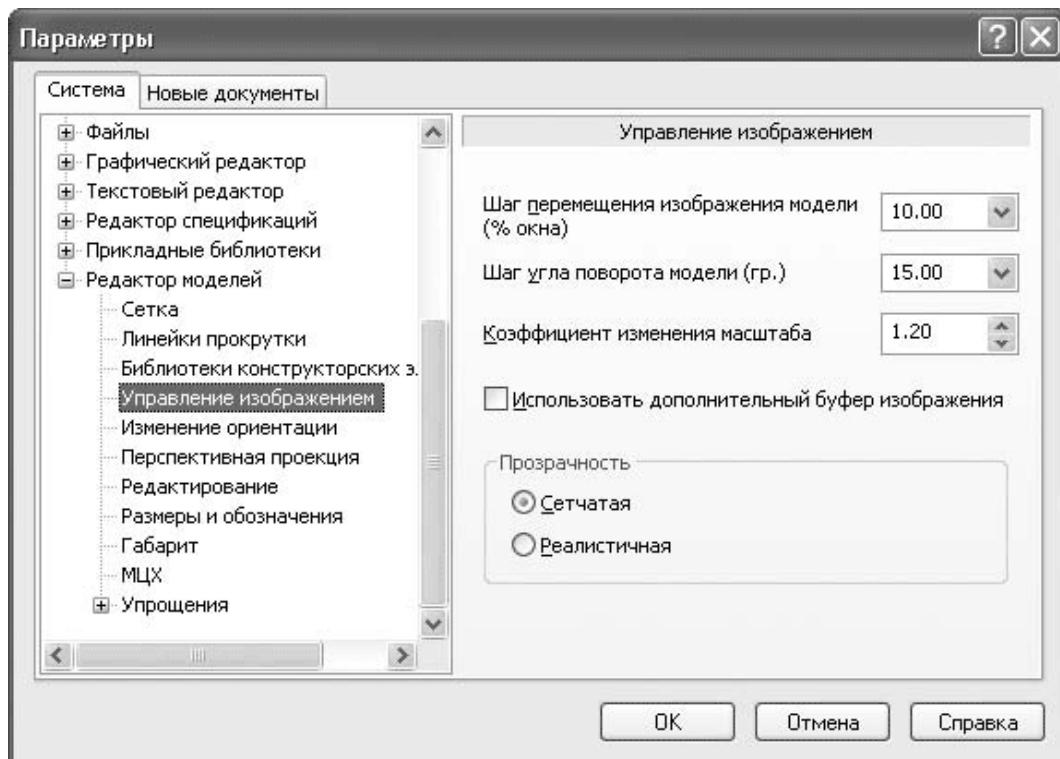

Рис. 1.61. Параметры управления изображением
- Управление изображением – предназначен для управления изображением модели в окне представления документа (рис. 1.61). В раскрывающемся списке Шаг перемещения изображения модели (%) окна задается процентное соотношение перемещения изображение к текущим размерам окна при однократном нажатии, например, сочетания клавиш Shift+®. Точно так же можно задать шаг угла поворота модели при однократном нажатии сочетания клавиш для поворота изображения в окне. С помощью переключателя Прозрачность можно выбрать один из двух возможных способов отображения полупрозрачных моделей: сетчатая или реалистичная прозрачность;